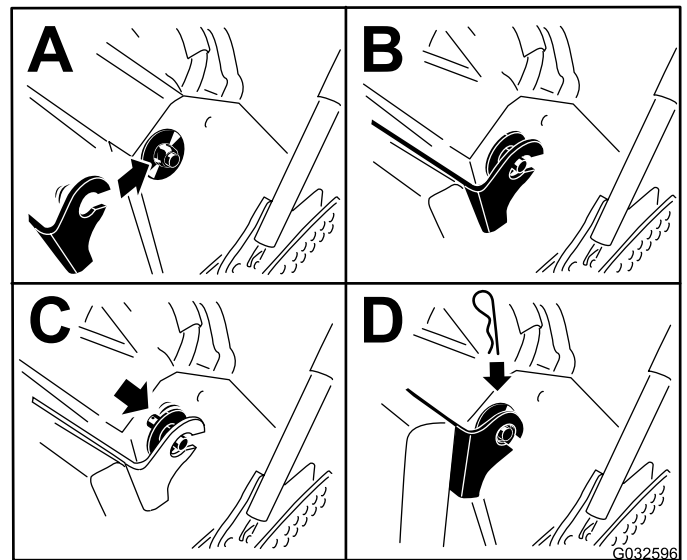

Figura 36
6. Eleve a proteção e deslize-a para os pinos em ambos os lados da máquina (Figura 36).
7. Deslize os casquilhos plásticos das anilhas grandes para a braçadeira da almofada e fixe-os com um contrapino (Figura 36).